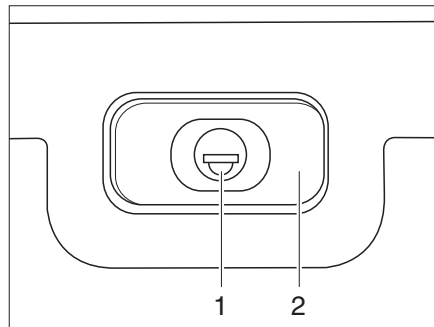

Bild 32 Lucklås, fyrkantigt, låst
- Stick in nyckeln i låscylindern (Bild 32,1) och vrid ett kvarts varv. Låshandtaget (Bild 32,2) hakar loss.